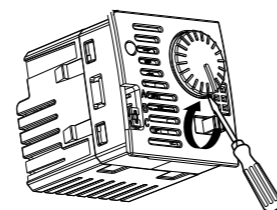

Fig. 2
3. fare leva con la punta di un cacciavite al di sotto della manopola come indicato in fig.2 fino ad estrarla completamente.